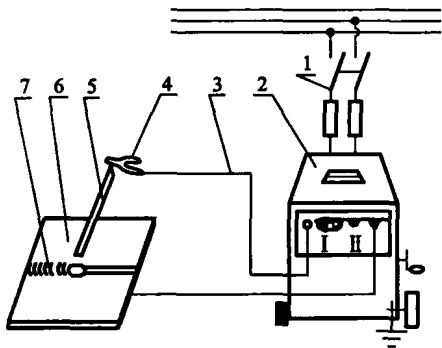
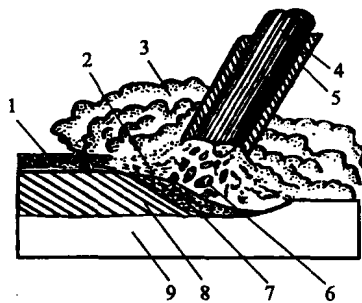

图 4-1 手工电弧焊工作系统简图
图 4-2 焊条电弧焊焊接过程示意图
3. 图 4-1 所示为手工电弧焊工作系统简图,请标出各组成部分的名称;图 4-2 所示为焊条电弧焊焊接过程示意图,请对各标号进行说明。回答内容填入表 4-1。